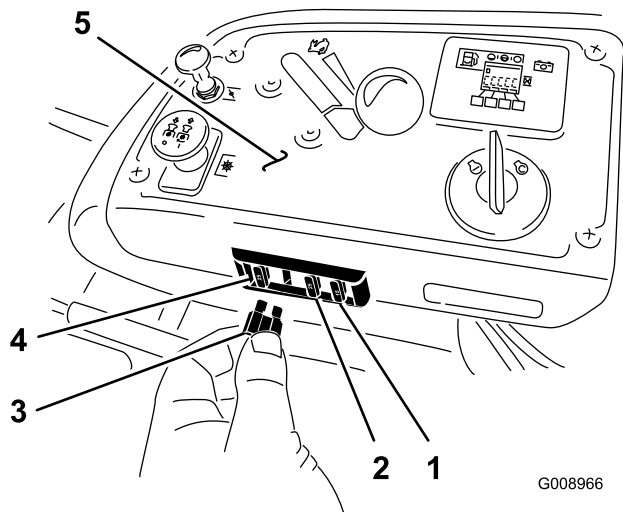

Figura 69
I fusibili sono posizionati sulla consolle a destra del sedile (Figura 69).
2. Montate un fusibile nuovo (Figura 69).